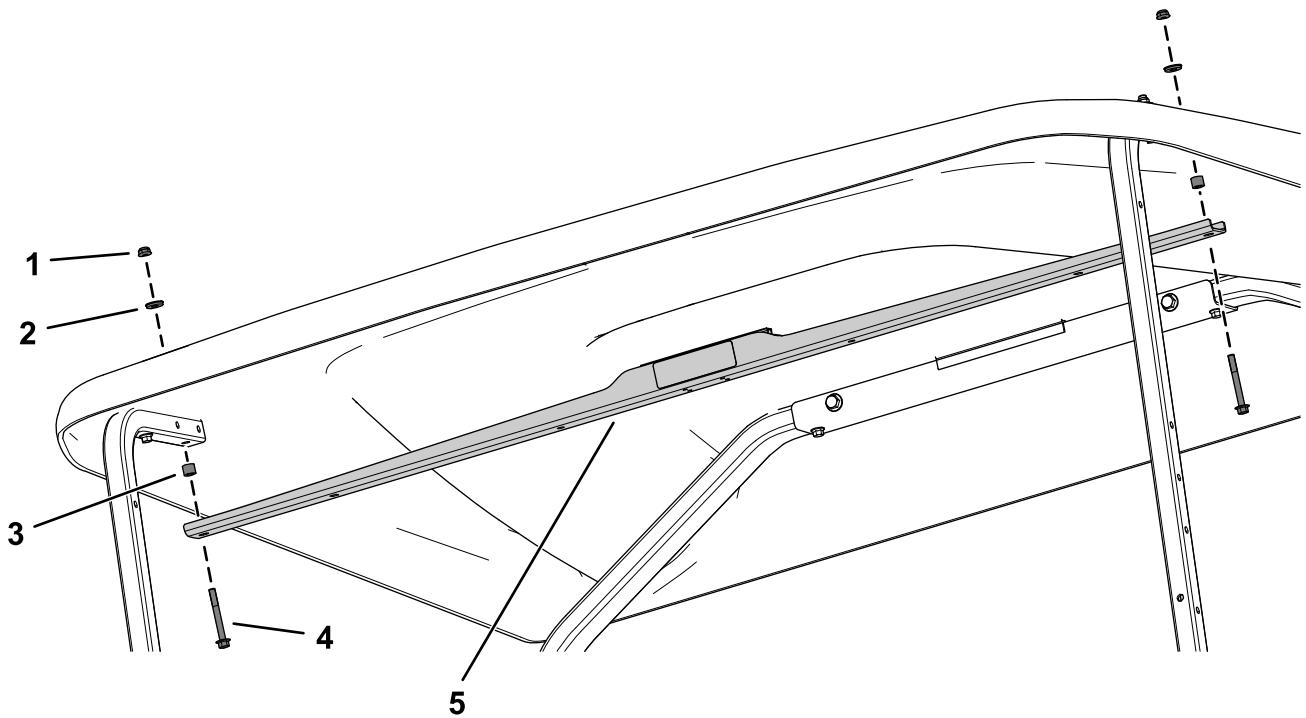

图17
2. 如图17 所示用 2 个凸缘头螺栓 $\frac{1}{4} \times 2\frac{1}{4}$ 英寸、2 个隔片 $\frac{1}{4}$ 英寸、2 个密封垫圈和 2 个锁紧螺母 $\frac{1}{4}$ 英寸将顶篷支撑托架固定至前支撑管和顶篷。